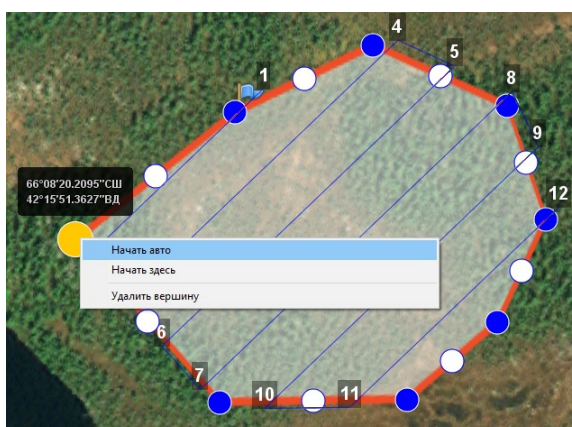

Рис. 51: Точка входа в полигон по умолчанию
- Для того чтобы вернуться к автоматическому выбору точки входа, в контекстном меню любой вершины выберите пункт **Начать авто** (рис. 51).